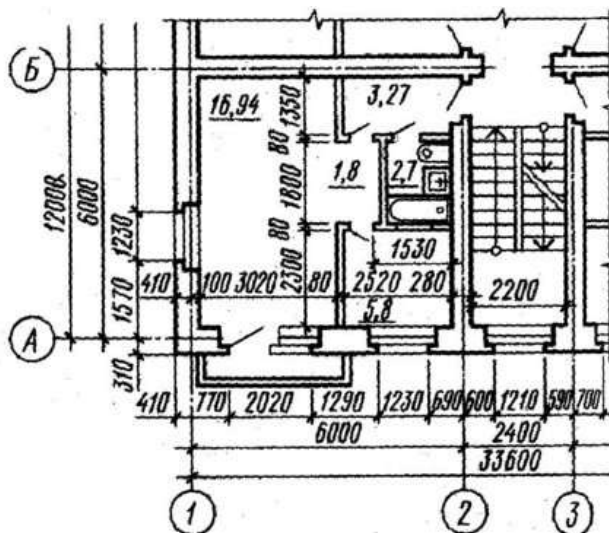

Рисунок 4. Изображение на плане сантехнического оборудования и простановка размеров
1. Показать размеры вне контура плана (рис. 4).